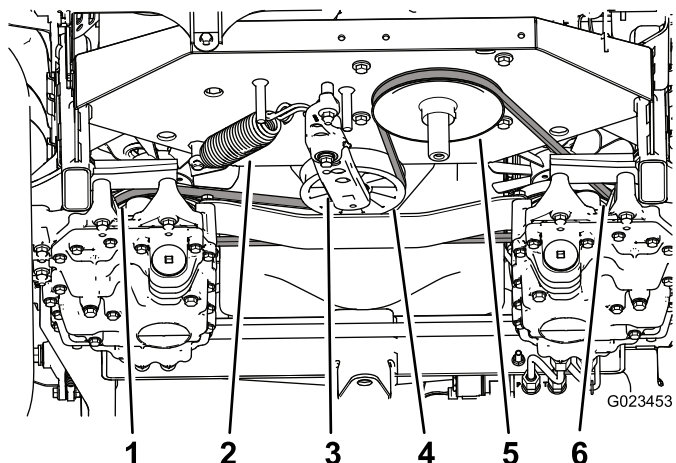

図 56
3. テンショナスプリングの回転を止めるために、テンショナアームについている四角い穴にラチェットを差し込んで保持する **図 56**。その状態でテンショナプーリからベルトを外す。
4. テンショナアームおよびフレームからテンショナスプリングを外す **図 56**。
9. テンショナアームおよびフレームにプリングを取り付ける **図 56**。